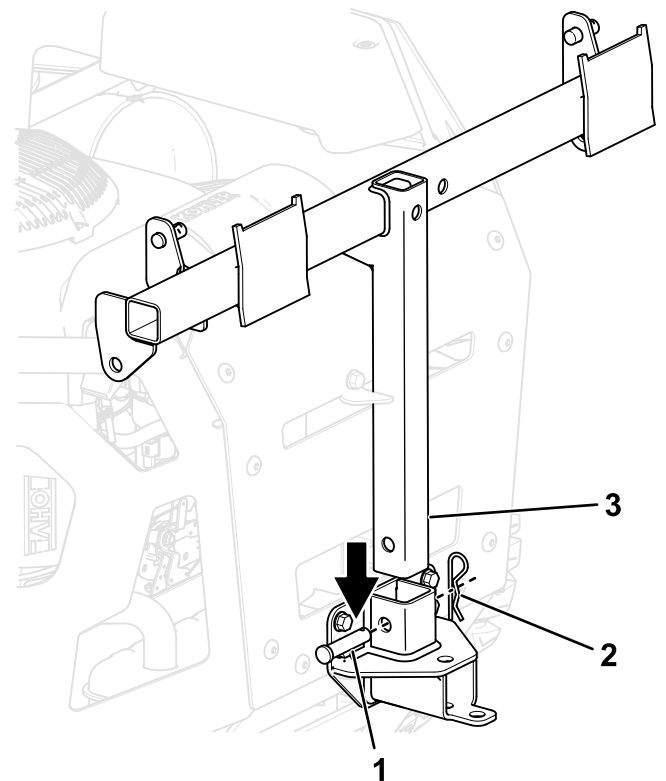

**Figure 14**
3. Montez le support de montage du système de ramassage sur la machine, comme montré à la Figure 14.